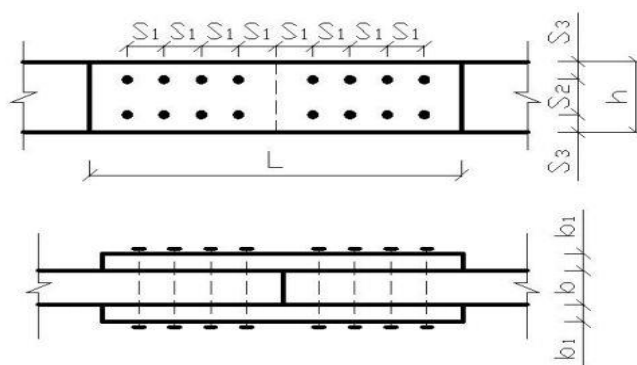

Рисунок 7. Нагельное соединение двух брусьев накладками
6.1 Подобрать сечение болтов и определить необходимое их количество в стыке двух брусьев сечением  $b \times h$  с двухсторонними накладками сечением  $b_1 \times h$ , в котором действует продольное растягивающее усилие  $N_p$ . В соответствии с нормами расстановки определить длину накладки  $L$  (рисунок 7).